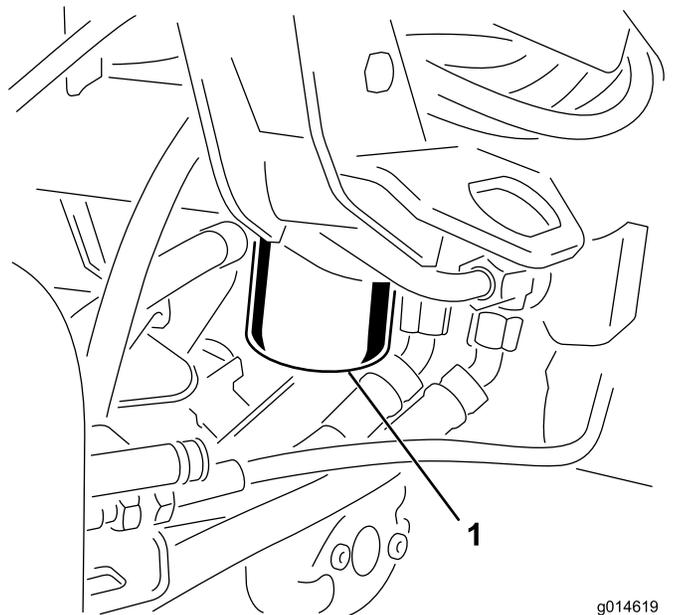

図 45
1. フィルタ容器の周辺をウェスできれいにぬぐう 図 45。フィルタの下に廃油受けを置いてフィルタを外す。